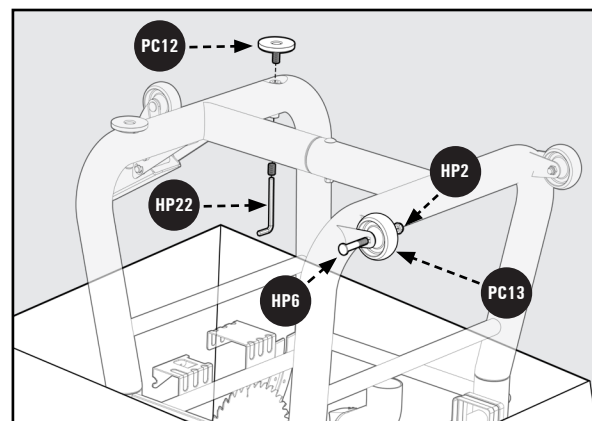

Figura 3
1. Utilizando una llave de 13mm, fije las dos ruedas fijas (PC13) a las dos patas izquierdas, al lado opuesto de la rueda pivotante, usando Pernos de (2) hombro de carro de M8 x 53mm (HP6) tuercas M8 Nylock (HP2). Una para cada rueda como en la Figura 3.
4. Las dos patas ajustables (PC12) se pueden girar para subirlas y bajarlas. Los pies pueden ser ajustados para nivelar la sierra y pueden ser bloqueados en su lugar con los tornillos de fijación pre-ensamblados utilizando la llave Allen de 6mm proporcionada (HP22). Vea la Figura 3.